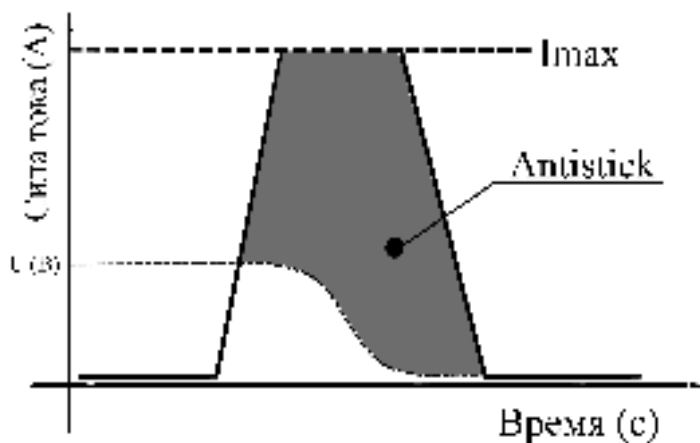

Рис. 6.5. Antistick.
**Antistick** - данная функция устраняет прилипание электродов к изделию. Аппарат автоматически снижает ток до минимального, чтобы не допустить перегрева электродов (см. рис. 6.5).